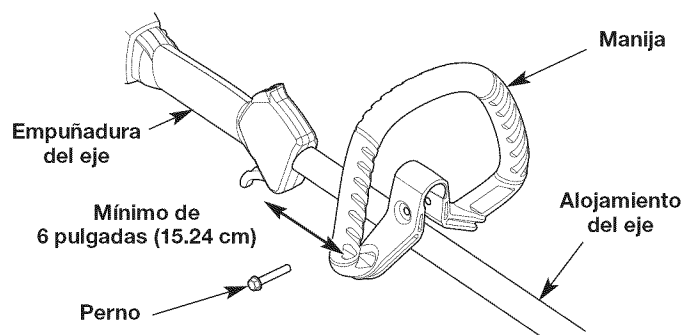

Fig. 2
1. Oprima la manija hacia abajo sobre el alojamiento del eje (Fig. 2). El orificio del perno de la manija debe quedar a la derecha.
2. Inserte el perno en el orificio del perno y oprímalo para que pase a través de él (Fig. 2). Apriete el perno con una llave tubular de 3/8" pero no apriete por completo.
3. Mientras sujeta la unidad en la posición de funcionamiento (Fig. 13), desplace la manija hasta la ubicación que le ofrece el mejor agarre. Ubíquela como mínimo a 6 pulgadas (15.24 cm) del extremo de la empuñadura del eje (Fig. 2).
1. Afloje el perno con una tubular de 3/8" (Fig. 2).
2. Mientras sujeta la unidad en la posición de funcionamiento (Fig. 13), desplace la manija hasta la ubicación que le ofrece el mejor agarre. Ubíquela como mínimo a 6 pulgadas (15.24 cm) del extremo de la empuñadura del eje (Fig. 2).